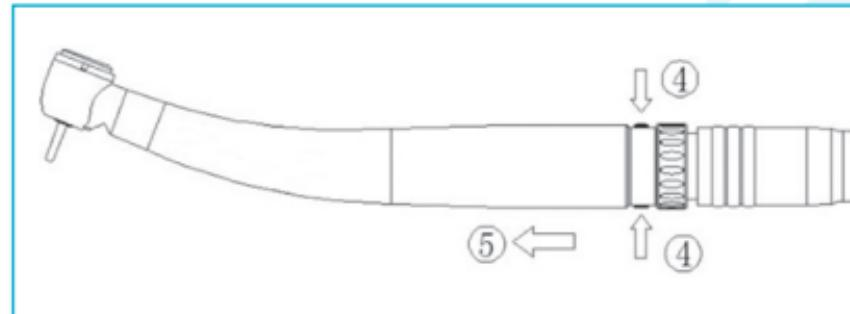

Fig. 6-10
- Monte el dispositivo médico con precisión en el acoplamiento LED hasta que se bloquee de forma audible en el dispositivo médico (Fig. 6-10④).
- Sostenga firmemente el acoplamiento LED, extraiga el dispositivo médico mientras lo gira ligeramente (Fig. 6-10④).
- Retire el dispositivo médico (Fig. 6-10⑤).